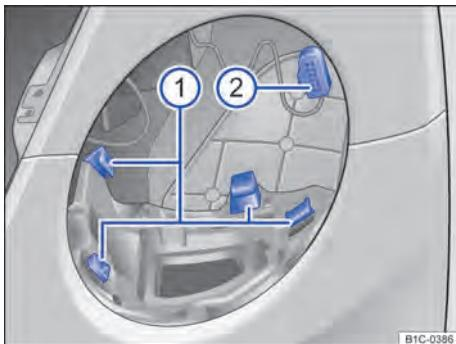
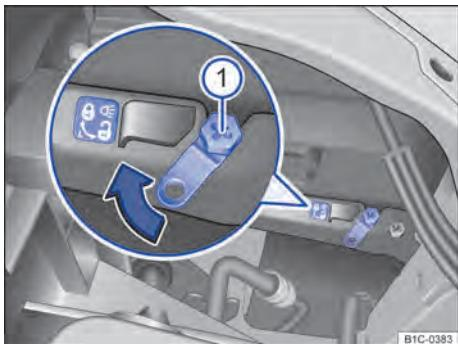

Fig. 186 Guias ① e conector ② para montagem do farol dianteiro esquerdo.
Fig. 187 No compartimento do motor: alavanca de destravamento do farol dianteiro esquerdo.
2. Colocar o conector ⇒ **Fig. 186** ② na carcaça do farol.
3. Empurrar os quatro pontos de montagem da carcaça do farol nas quatro guias ① na abertura do farol.
4. Travar a carcaça do farol. Para isso, enfiar a chave de fenda Phillips ⇒ Página 303 na alavanca de destravamento ⇒ **Fig. 187** ①.
6. Atentar para que a marca vermelha da alavanca de destravamento ⇒ **Fig. 187** não esteja mais visível. Se, após o travamento, a marca vermelha continuar visível, o farol não está corretamente fixado e as etapas de montagem devem ser repetidas.